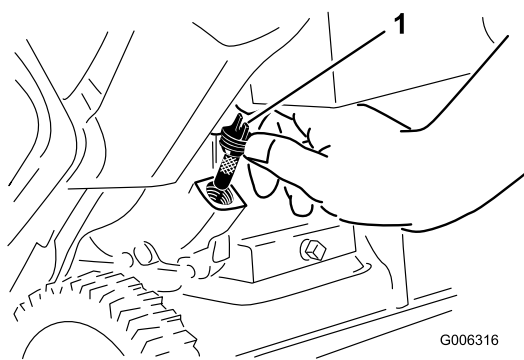

Рисунок 10
2. Очистите поверхность вокруг крышки маслозаливной горловины (Рисунок 10).